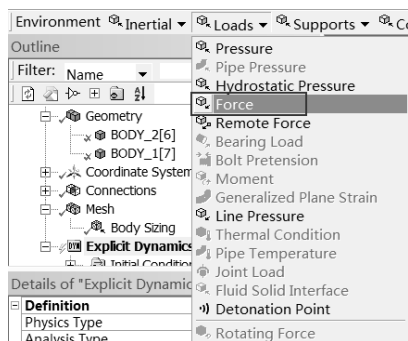

图 11-22 添加力
Step2：选择 Environment 工具栏中的 Loads（约束） Force（力）命令，此时在分析树中会出现 Force 选项，如图 11-22 所示。